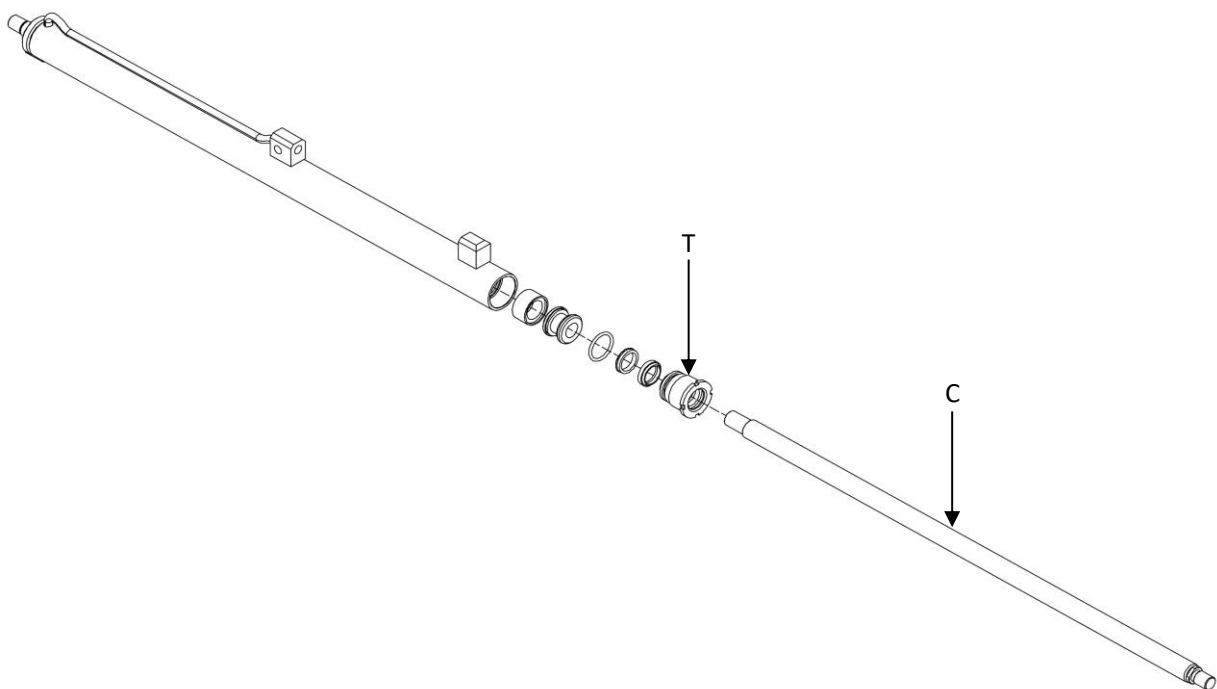

Figura 18
8. Referirse a la *Figura 18*.